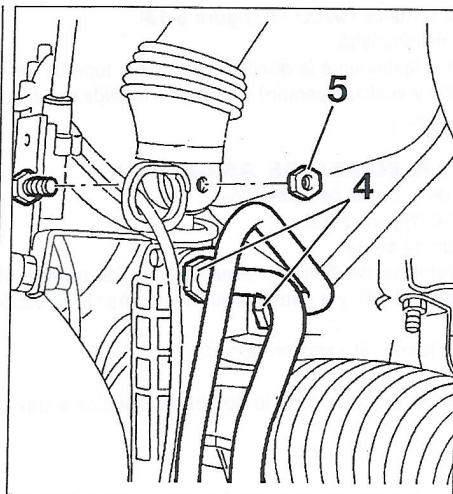

Figura 5-3
- Separar los racores (4) (figura 5-3) y a continuación maniobrar el volante de tope a tope para vaciar el cilindro hidráulico de dirección.
- Desmontar la fijación (5) de la junta de cardan (figura 5-3).